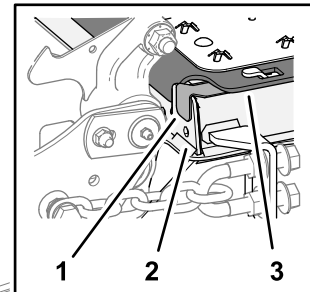

Figura 33
1. Installate gli spessori del piatto nella parte anteriore del piatto come mostrato nella Figura 33.